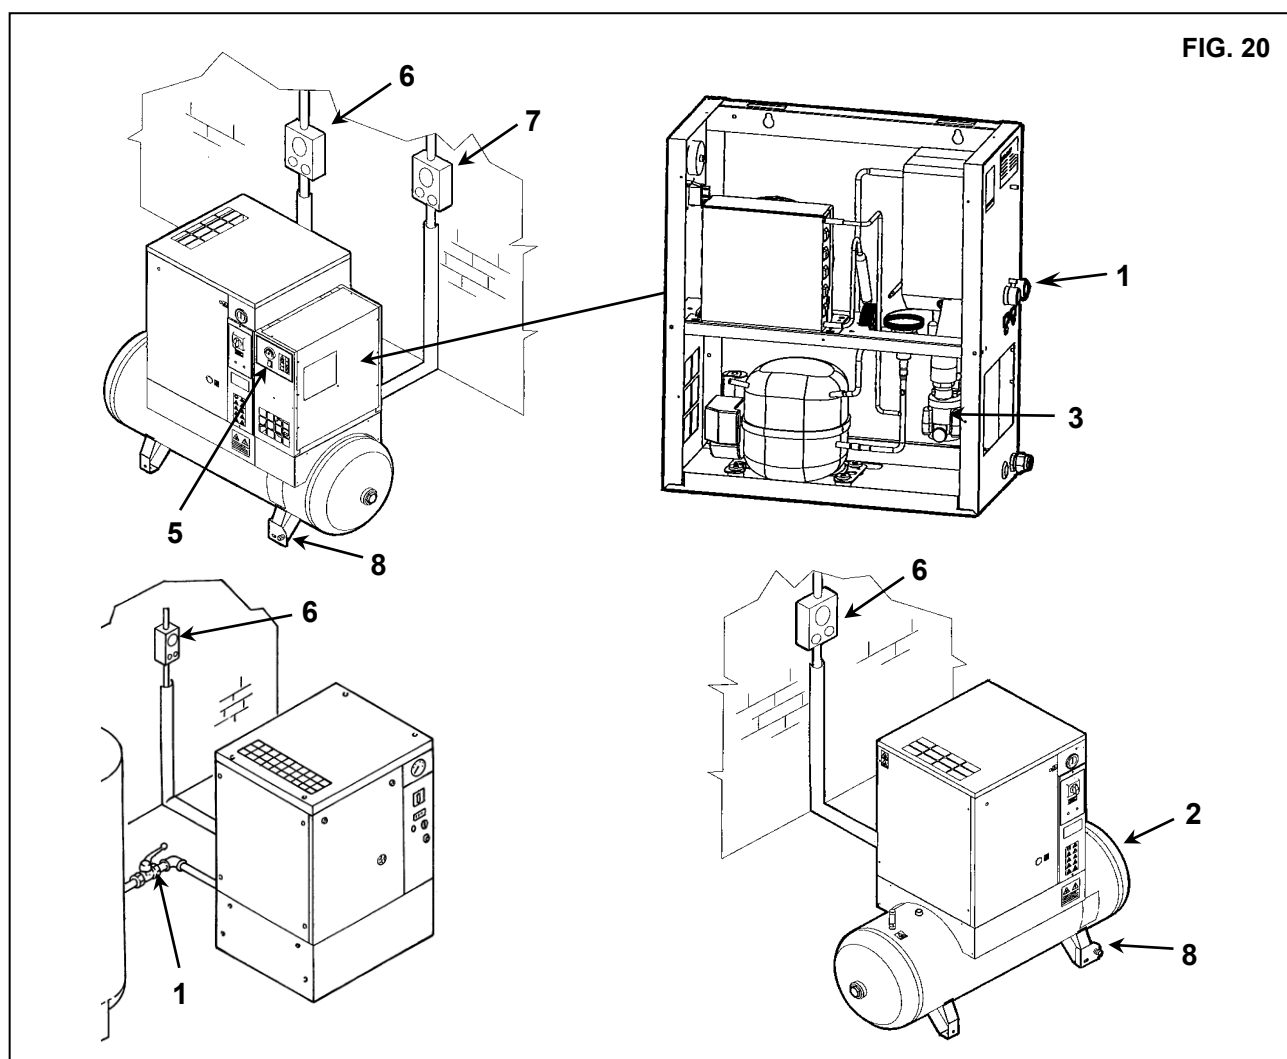

FIG. 20
- Stäng kranen Ref. 1 och Ref. 2 fig. 20.
- Tryck på knappbrytaren Rif. 5 fig. 20 (på torken om den finns).
- Slå på matningens differentialbrytare, Ref. 6 (på skruvkompressorn) och Ref. 7 (på torken om den finns) fig. 20.
- Släpp ut trycket från torken och tanken genom att öppna kondensationens utloppsventil Ref. 8 fig. 20.
- Stäng kranarna Rif. 8 fig. 20 igen när allt resterande lufttryck tömts.